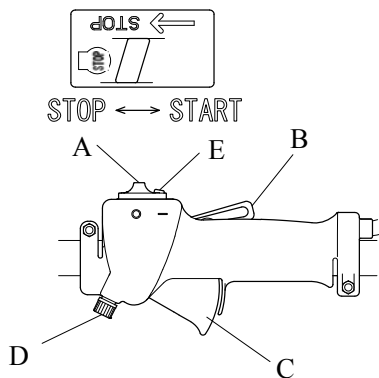

Fig.6-1
2. Enfoncer en même temps le blocage de gâchette d'accélérateur (B) et la gâchette d'accélérateur (C). (Fig.6-1)
3. En poussant le curseur (E), relâcher successivement le blocage de gâchette d'accélérateur (B) et la gâchette d'accélérateur (C). «zone à risque»
Le bouton (D) sur la poignée de commande est un limiteur de commande des gaz. (Fig.6-1) Tourner le curseur (D) dans le sens des aiguilles d'une montre pour réduire la vitesse atteinte quand la gâchette d'accélérateur (C) est enfoncée. Tourner le bouton (D) dans le sens inverse des aiguilles d'une montre pour augmenter la vitesse atteinte quand la gâchette d'accélérateur (C) est enfoncée. Régler la position du bouton (D) pour de bonnes conditions de travail.